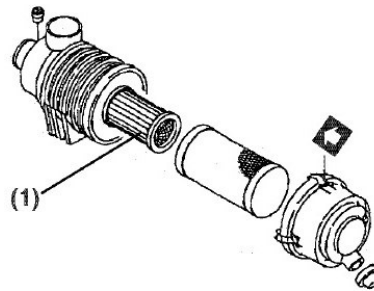

Abb. 32: Luftfilter mit Doppelseinsatz
Schritt 1: Die Halteschraube lösen und den Ölfilter entfernen (Abb. 32).